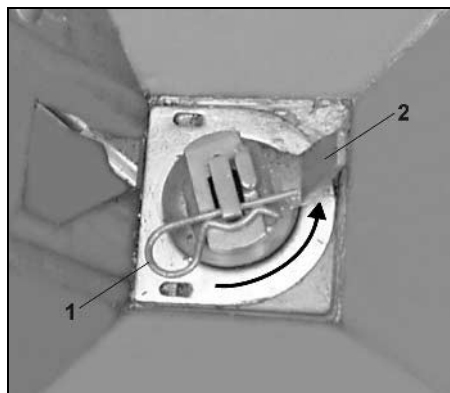

Fig. 52
- Demontera fjädersprinten (Fig. 52/1).
- Demontera omrörrarhuvudet (Fig. 52//2).